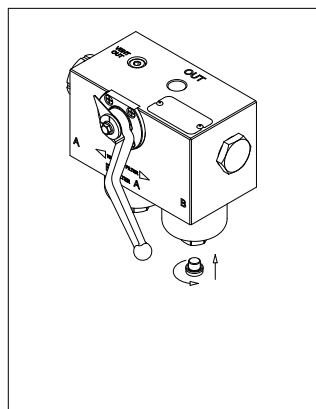

fig. 7
- (Fig. 7) Serrare il tappo di drenaggio facendo riferimento alla tabella delle coppie di serraggio al paragrafo 3